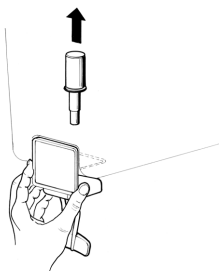

figura 3
- 6 **Grifo en acero inox por gravedad:** Sacar el pisón y desmontar la palanca mando grifo (ver figura 3).